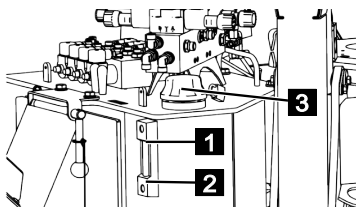

Fig. 170
5. Vérifier le niveau d'huile aux regards maximum (Fig.170/1) et minimum (Fig.170/2).
6. L'huile hydraulique doit être remplie jusqu'à la marque maximale (Fig.170/1). Faire l'appoint 'huile hydraulique si nécessaire.
7. Pour cela, dévisser le couvercle (Fig.170/3).
8. Faire l'appoint d'huile hydraulique jusqu'à la marque maximale du regard (Fig.170/1).
9. Visser le bouchon (Fig.170/3).